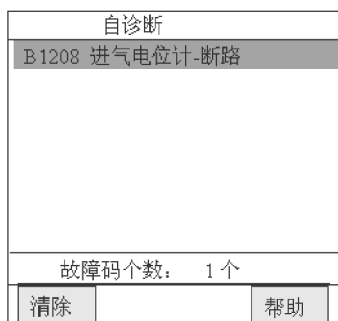

图 7-48 显示 DTC B1208
3) 读取故障码, 是否显示 DTC B1208? DTC B1208 的显示如图 7-48 所示。